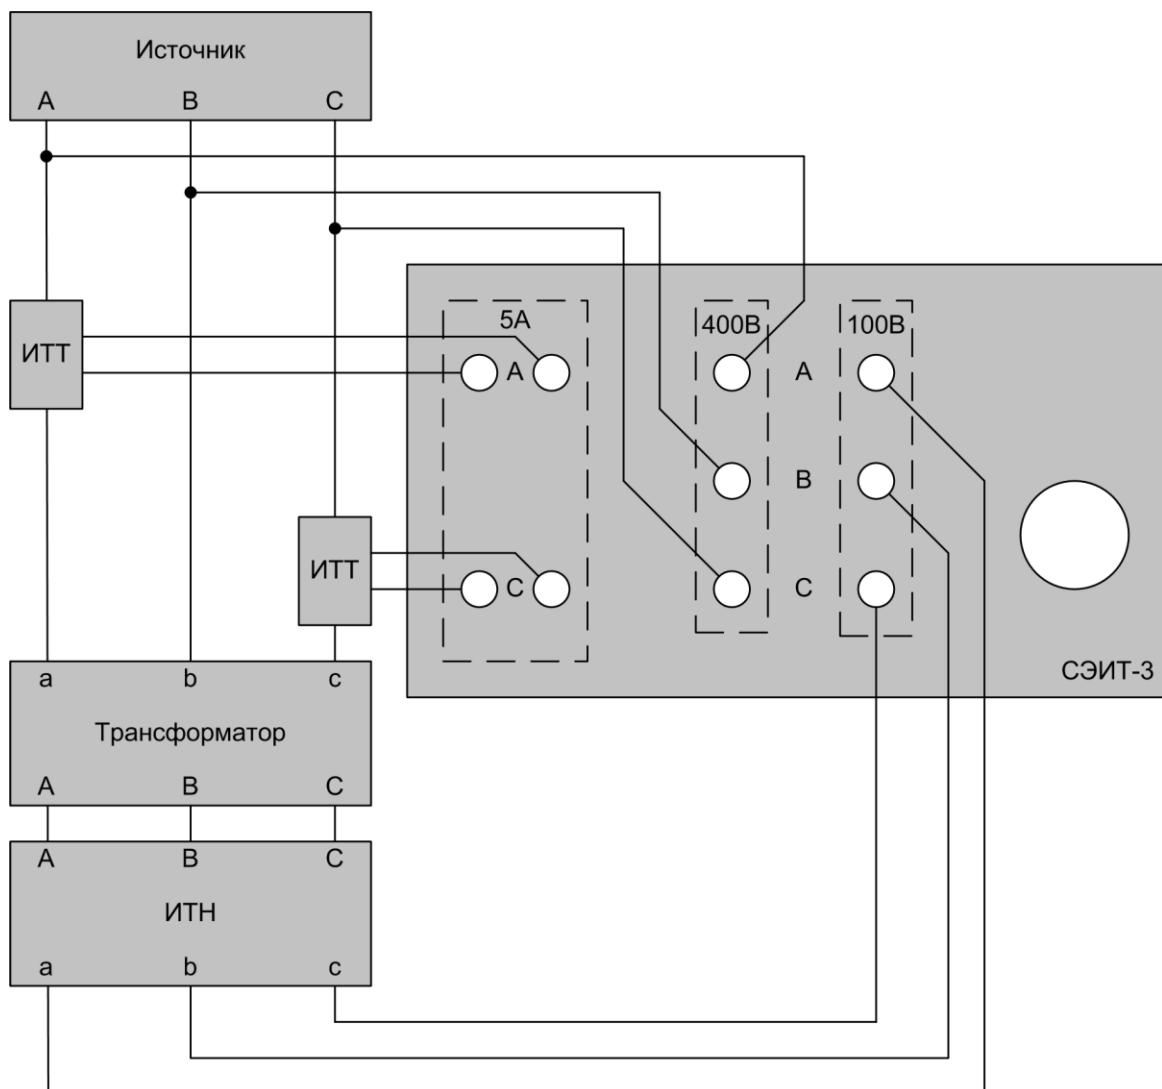

Рис. 5
2.5.1. Для проведения опыта ХХ нужно собрать измерительную схему рис. 5. **Внимание: нулевой провод не подключается!!**
2.6.1. Проверка КТ и группы соединения проводится на измерительной схеме для опыта ХХ, см. рис. 5.